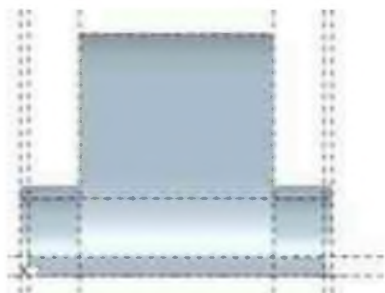

图 2-21
3) 调整视图方向，选择“草绘”|“参照”，选取图 2-21 图 2-21 所示的线为参照，然后单击“草绘方向”按钮，使草绘平面与屏幕平行。